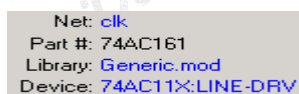

图 5.4 Select IC Models
- 1) 使用“Select”菜单选择“Component Models/Values”(图 5.3),双击“U1.13”出现图 5.4。
- 2) 单击图 5.4 中的“Find Model”按钮,出现“Model Finder”电子表格。